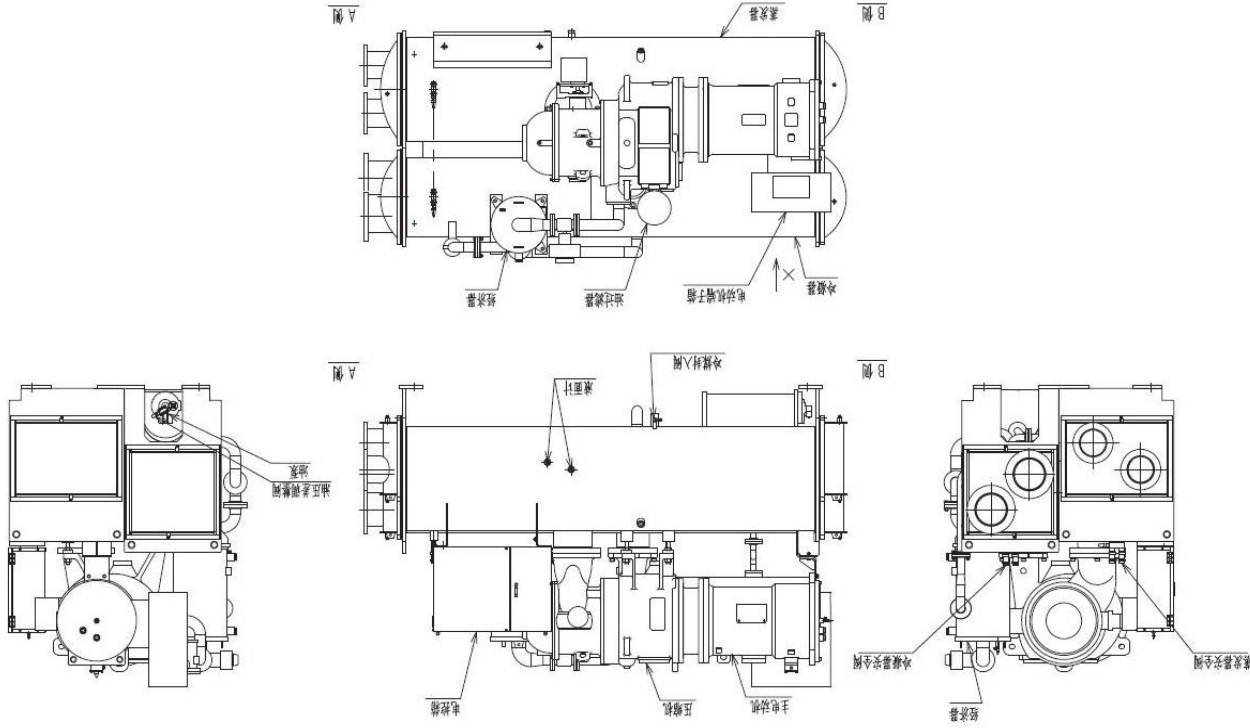

图 1 离心式冷水机组外形图（以 HC-F500GXG-S 机型为例）
气密试验实施前请关闭蒸发器、冷凝器安全阀处三通阀（参照图 1）。
气密试验实施前请关闭蒸发器安全阀处三通阀（参照图 1）。
(1) 机内的压力在 0.67kPa abs (-755mmHg) 以下。(真空度越高越好)
- (2) 冷媒封入阀（参照图 1）和封入管接上后，和冷媒容器连接。封入管越短越好，这样可以减少冷媒的损耗。
- (3) 冷水、冷却水泵运转时，在通水状态下把冷媒封入阀慢慢打开，当机内压力达到 1.33kPa abs (-750mmHg) 时封入冷媒。
- (1) 油箱的油面合适。（1.3.2 项参照）
- (2) 油温合适。（油加热器工作以后）
- (3) 蒸发器冷媒液面的确认。（看视镜参照图 1）。